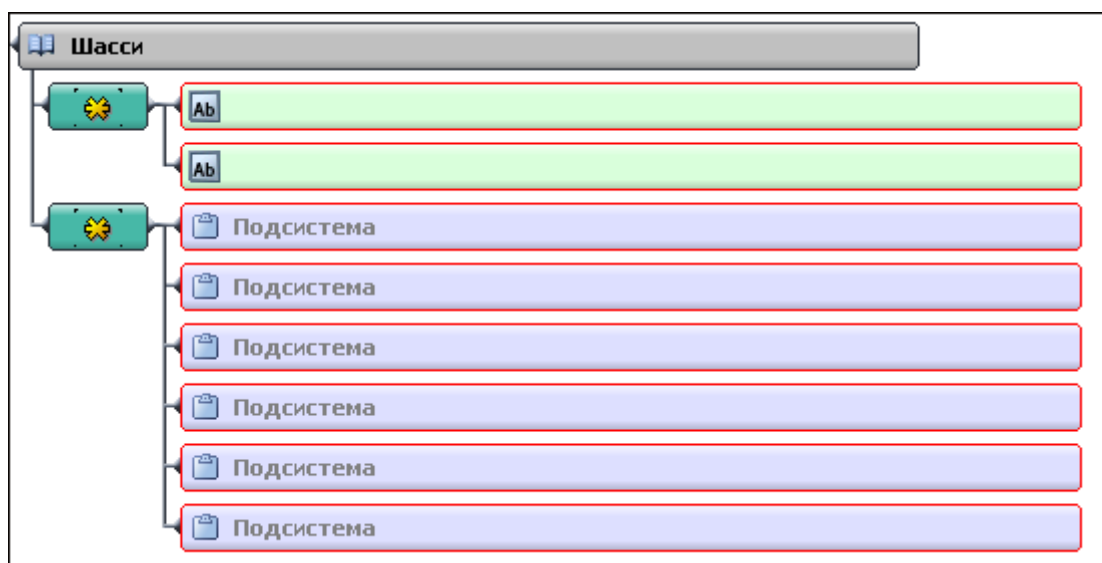

Рис. 2.44
1. Для создания дополнительного элемента **Модуль данных** нажмите один раз на прямоугольник со значком **индикатора** , находящийся слева от элемента **Модуль данных** (Рис. 2.44).
2. Для создания дополнительных элементов **Подсистема** нажмите пять раз на прямоугольник со значком **индикатора** , находящийся слева от элемента **Подсистема** (Рис. 2.44).